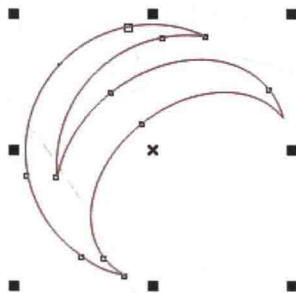

图1-10
STEP 07 按【Ctrl+A】组合键，选择所绘制的全部图形，执行菜单栏中的【排列】/【修整】/【焊接】命令，或单击属性栏的“焊接”按钮，进行焊接操作，效果如图1-10所示。